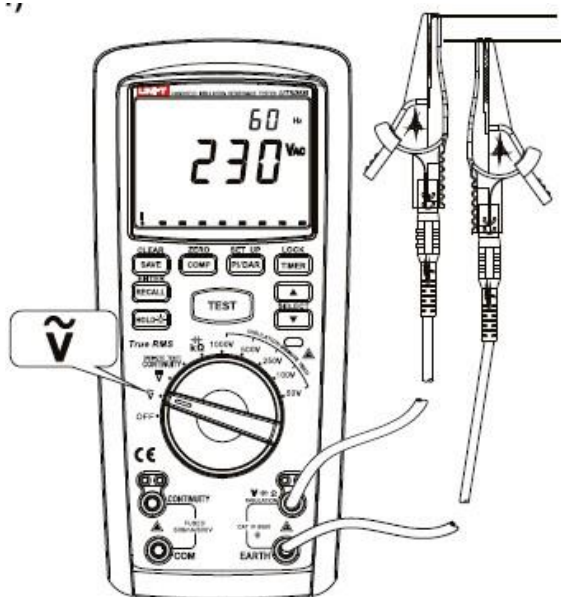

Fig. 4 Masurarea tensiunilor AC
1. Masurare tensiuni AC (vezi fig.4)
Pentru a masura tensiuni, procedati astfel (vezi fig.4):